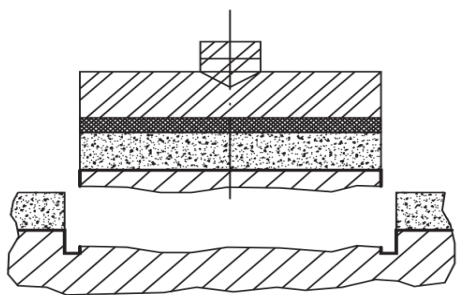

图 3-3
- 3) 当破坏发生在基层内，检测数据大于或等于粘结强度规定值时，检测结果可认定为有效；试验数据小于粘结强度规定值时，检测结果应认定为无效，见图 3-3。